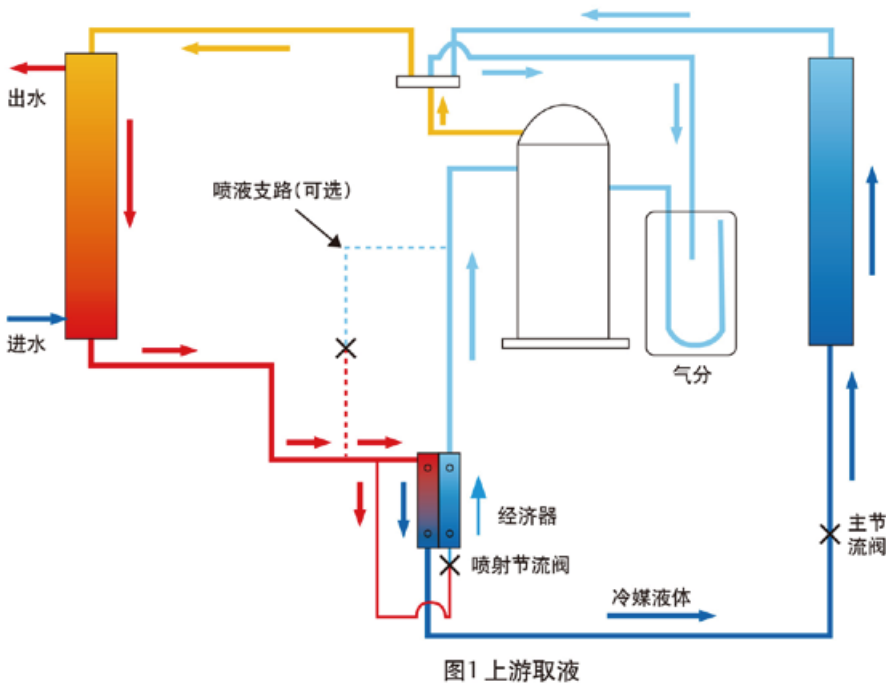

图1 上游取液
图1和图2显示了一典型的冷却系统:在液管上加一个热交换器,用来冷却供应主节流阀的液体。通过在液管取一辅路,经喷射节流阀节流后接入该热交换器上的蒸发侧,辅路液体在中间压力下蒸发吸热,使主回路的液体过冷,再进入主节流阀。辅路的中间压力液体蒸发所产生的蒸汽被喷射到压缩机的中间喷射口。这些蒸汽先被喷射到涡旋的中间腔,然后被压缩到排气压力。这样使制热量得到增加,因为低焓
- 使用配重块时, 建议配重块位置不宜过上, 建议位置如图1或2处;